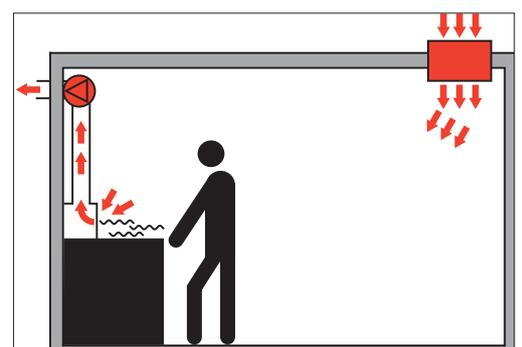

Fig. 6: l'efficacité des installations de ventilation dépend fortement de la circulation de l'air.
- 7 Les **zones de travail** sont-elles suffisamment **ventilées**? (Fig. 6)